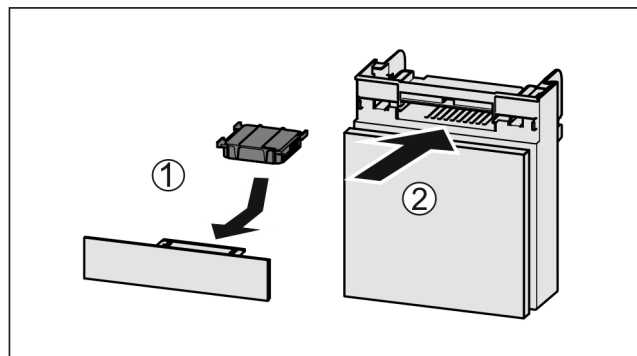

Fig. 143
- Aktivni ogljeni filter vstavite Fig. 143 (1) skladno s prikazom na sliki.
- Predal potisnite noter Fig. 143 (2).